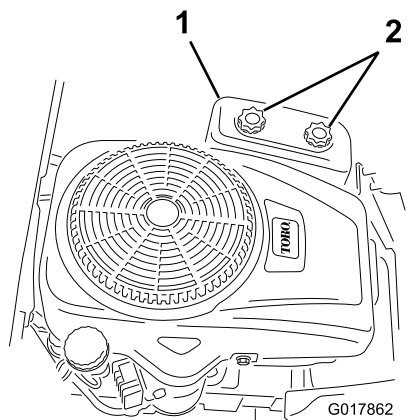

Figura 16
3. Retire a cobertura do filtro de ar desaparafusando os dois botões (Figura 16).
4. Coloque a cobertura do filtro de ar e aperte os dois botões (Figura 16).